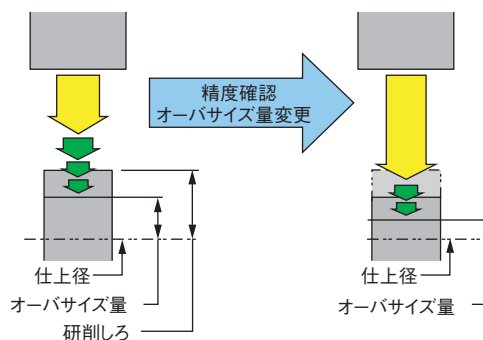

図8 途中停止追い込み研削
- 1) 研削精度が高い部位は、一気に加工しては寸法などの精度が確保できるかどうかかわからず、いったん研削しろを残して加工し、その研削結果を確認する必要がある。その結果を反映し研削条件や寸法を修正し再度加工する。この時正規の研削しろに対して、既に途中まで加工しているため、エアカット時間が多くなる。それに対して途中停止追い込み研削機能は、前回の加工終了位置まで早い送り速度で前進することにより、サイクルタイム短縮に寄与している。またこの機能は追い込み有と設定すると、オーバーサイズ加工し次回の研削量を任意設定でき、完了を指示するまで、指定工程を何度も繰り返すことができる(図8, 9)。